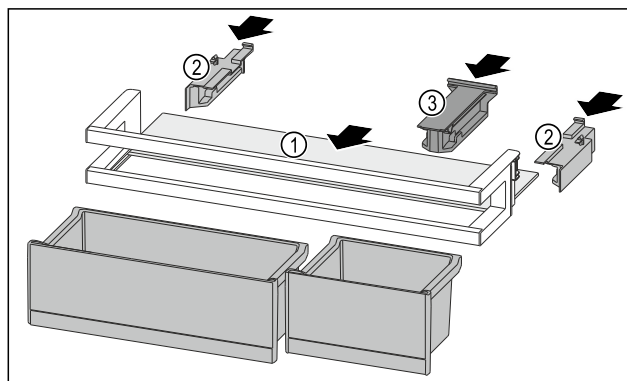

Fig. 278
- Skjut in hyllan Fig. 278 (1) i ursparingarna på sidan.
- Sätt in sidodelarna Fig. 278 (2).
- Sätt in fästdelen Fig. 278 (3).